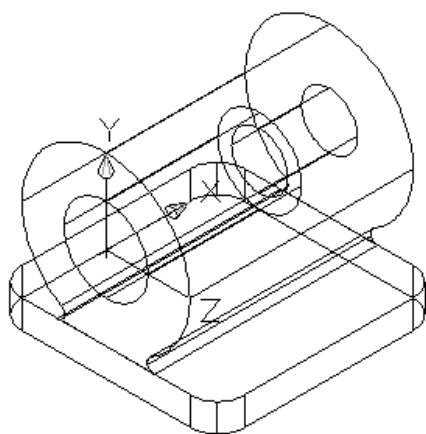

Рис. 3.10. Результат вращения
*Результат вращения представлен на рис. 3.10.*